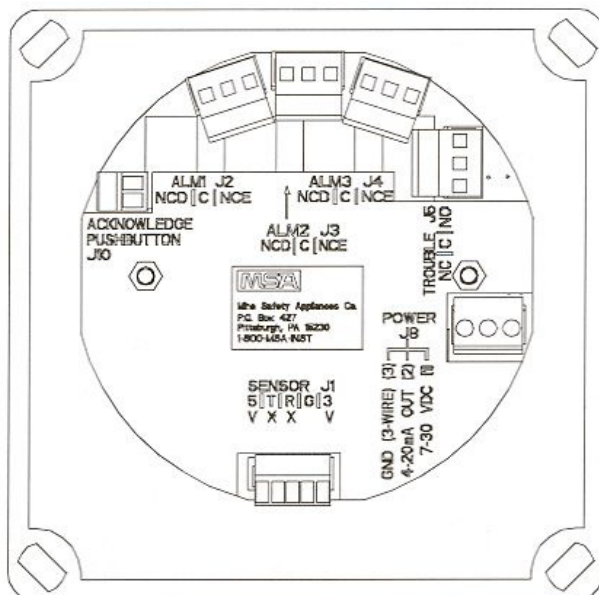

Figura A-5. Contatos do Relê
- Durante a operação normal, os contatos do relê são normalmente fechados (NC) e normalmente abertos (NO), como mostrado na Figura A-5.
Todas as conexões elétricas para os relês internos podem ser feitas diretamente na placa do PC. (Veja Figura A-5).